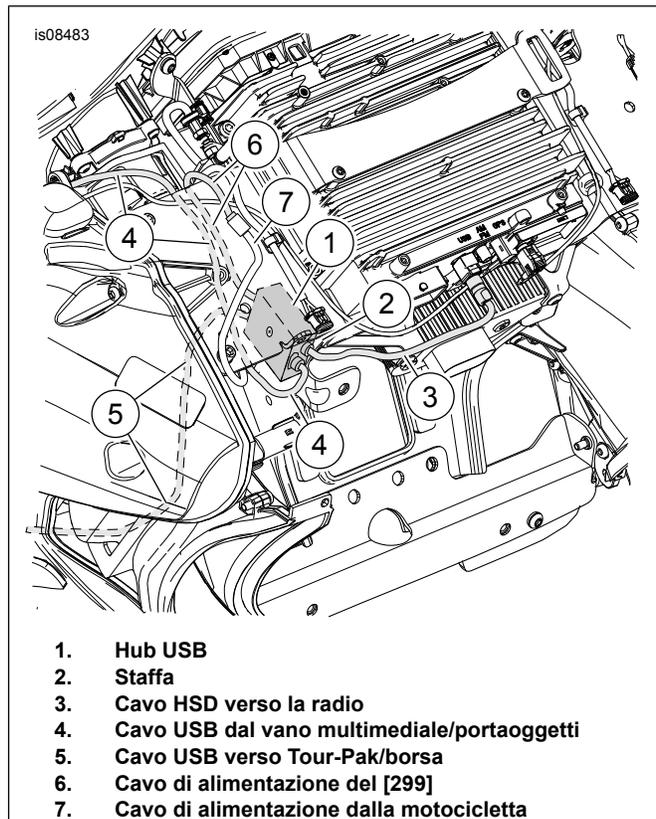

**Figura 3. Installazione dell'Hub USB**
5. Posizionare l'Hub USB (2, Figura 3) in modo che si trovi sul bordo del vano multimediale/portaoggetti (4). Come mostrato. Pulire la superficie di montaggio con una soluzione al 50-70% di alcol isopropilico e al 30-50% di acqua distillata. Far asciugare completamente. Rimuovere il rivestimento di carta dal nastro adesivo (3). Premere e tenere premuto saldamente per fissare l'Hub USB.